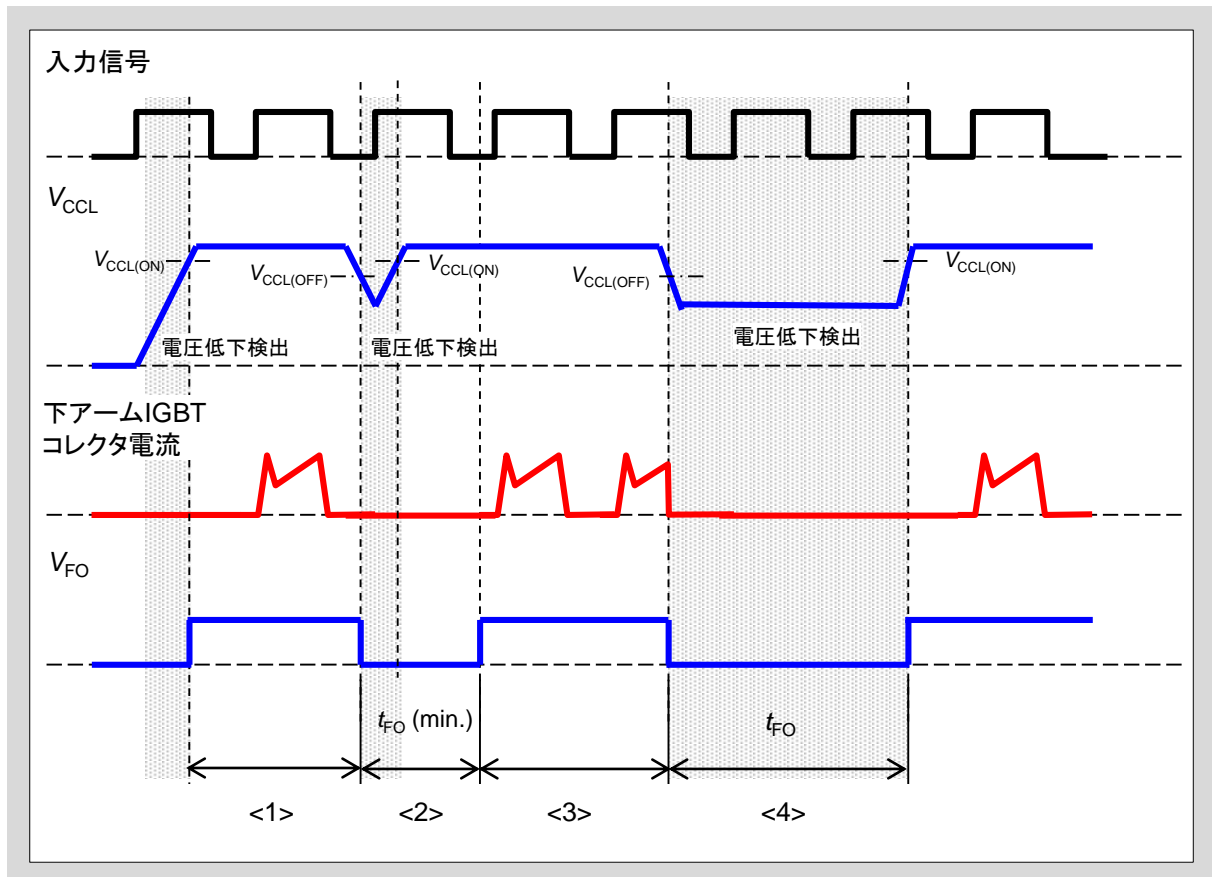
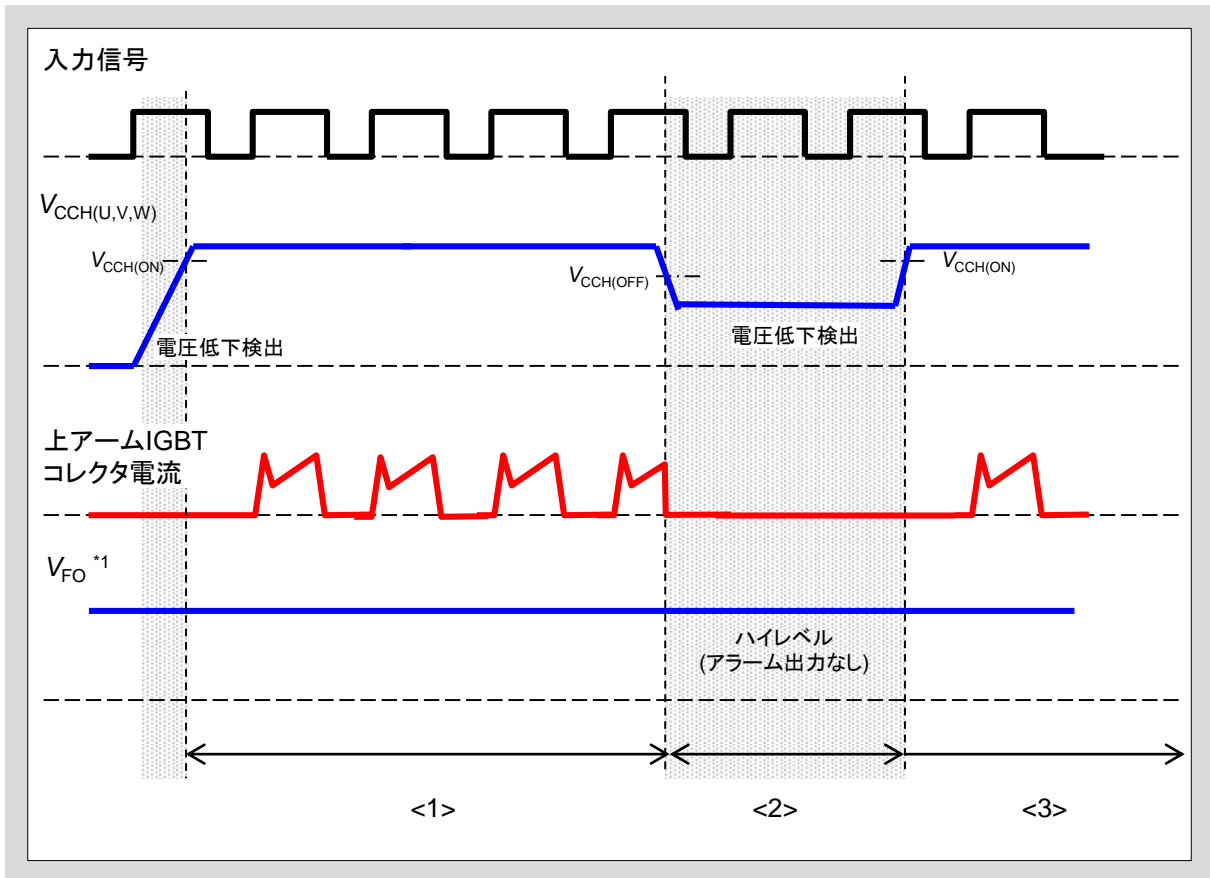

図3-2  $V_{CCL}$  低入力電圧保護動作シーケンス (ローサイド)
図3-3  $V_{CCH(U,V,W)}$ 低入力電圧保護動作シーケンス (ハイサイド)
- 図3-2と図3-3に $V_{CCH(U,V,W)}$ と $V_{CCL}$ の低入力電圧(UV)保護動作のシーケンスを示します。